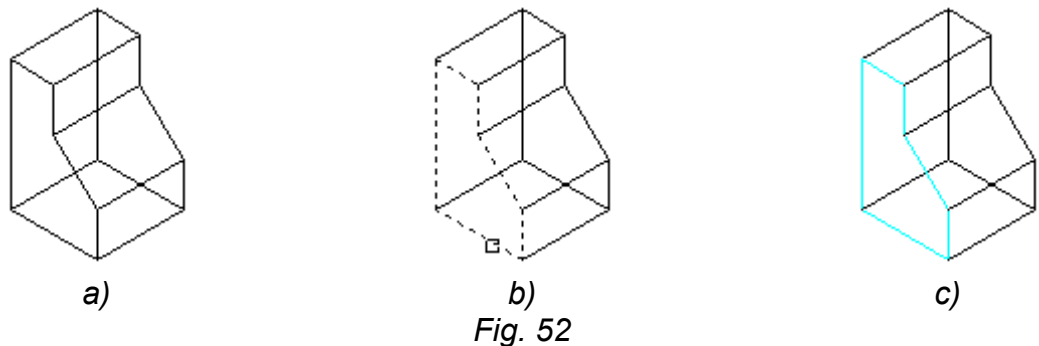

Fig. 52
2. Seleccionar la arista a la cual se le va a cambiar el color (*Select Edges*) (ver Fig. 52 a).